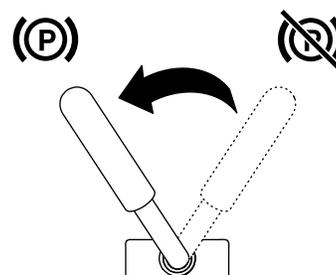

Рисунок 14
- Для включения стояночного тормоза переведите его рычаг влево (Рисунок 14).